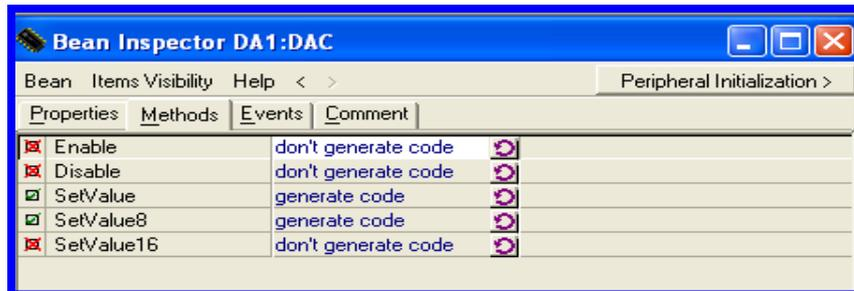

Figura 4.95 Habilitación de funciones del DAC para generar una función exponencial.
7.- Una parte importante para considerar es dar de alta la función que nos permita una conversión utilizando 8 bits. Este con figuración (Figura 4.95) se puede realizar en la ventana anterior en el botón Methods.